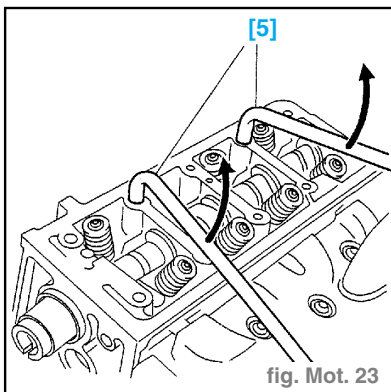

fig. Mot. 23
- les deux entretoises (1),
- la tôle déflectrice (2).
- Basculer et décoller la culasse à l'aide des leviers [5] (réf. Citroën : 0149 - T). (fig. Mot. 23)